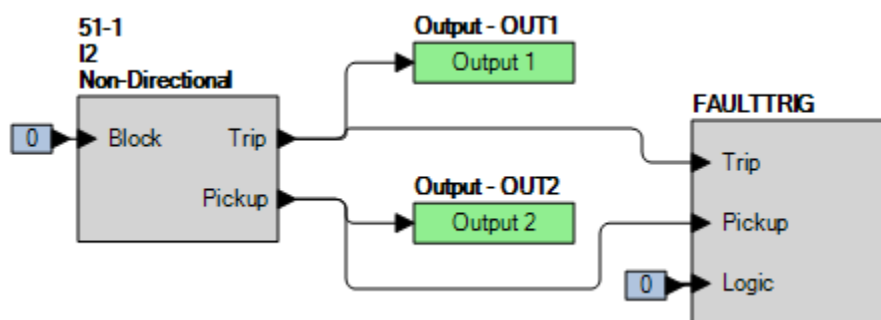

Figura 65-3. Ajustes de BESTlogicPiplus (Modo I2)
Paso 2: Utilice BESTCOMSPiplus para configurar la Lógica programable de BESTlogicPiplus, como se muestra en la Figura 65-3.
- Paso 4: Prepárese para monitorear la operación de la función 51-1. El funcionamiento se puede verificar monitoreando OUT2 (consulte la Figura 65-3).